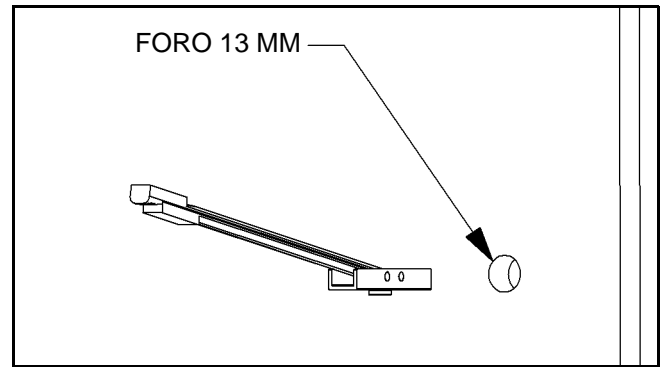

Figura 9.
2. Usando la staffa per altoparlante (20) come modello, contrassegnare la posizione dei due fori di montaggio.
3. Praticare un foro da 13 mm nella posizione desiderata, assicurandosi che la parete sia spessa almeno 13 mm. Se la parete è costituita da montanti in metallo, si consiglia di installare i tasselli attraverso il cartongesso e il montante metallico (figura 9).